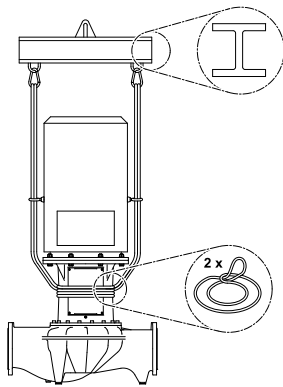

Fig.28 : Positionnement des élingues de charge
- Pour la soulever à l'aide de la grue, la pompe doit être entourée de courroies appropriées comme illustré à la (fig. 28 ). Placer la pompe dans des boucles se resserrant sous l'effet du poids propre de la pompe.